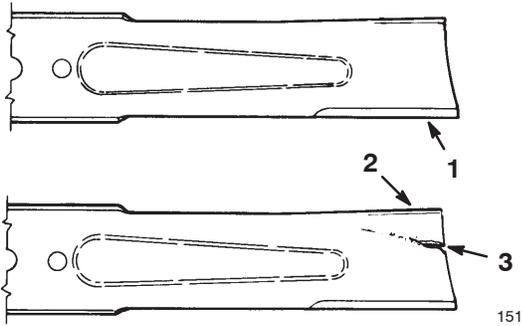

Figure 33
2. Inspectez les tranchants des lames (Fig. 33). Si elles ne sont pas tranchantes ou si elles présentent des indentations, déposez et aiguisiez les lames (voir Aiguisage des lames, page 30).
3. Inspectez les lames, surtout la partie incurvée (Fig. 33). Remplacez immédiatement toute lame endommagée, usée ou qui présente une entaille (Fig. 33).